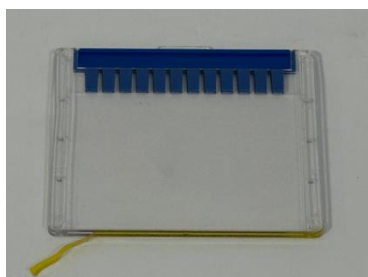

图 2
3.2 将预制胶从包装袋中取出，撕去胶板底部的金色胶带-如图 2